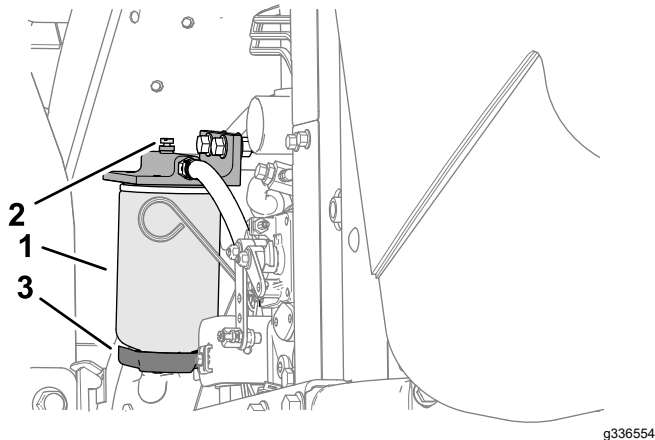

Bild 68
4. Lösen Sie das Ablassventil an der Unterseite der Filterglocke (Bild 68).
3. Reinigen Sie den Anbaubereich der Filterglocke (Bild 68).